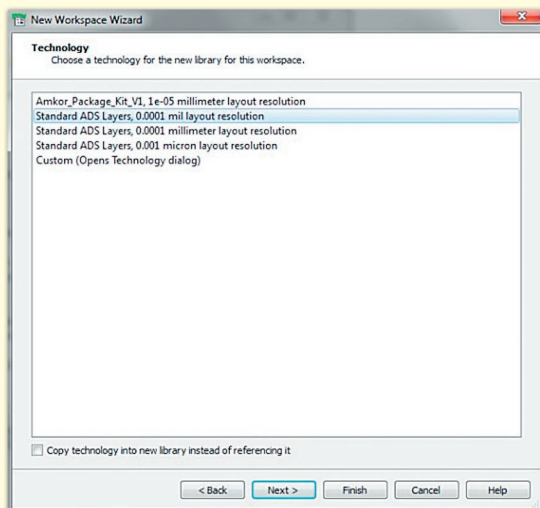

Рис. 4
- Виберіть бажані одиниці вимірювання для використання в процесі проектування. У даному прикладі ми вибираємо mil з роздільною здатністю топології 0.0001 mil (рис. 4).